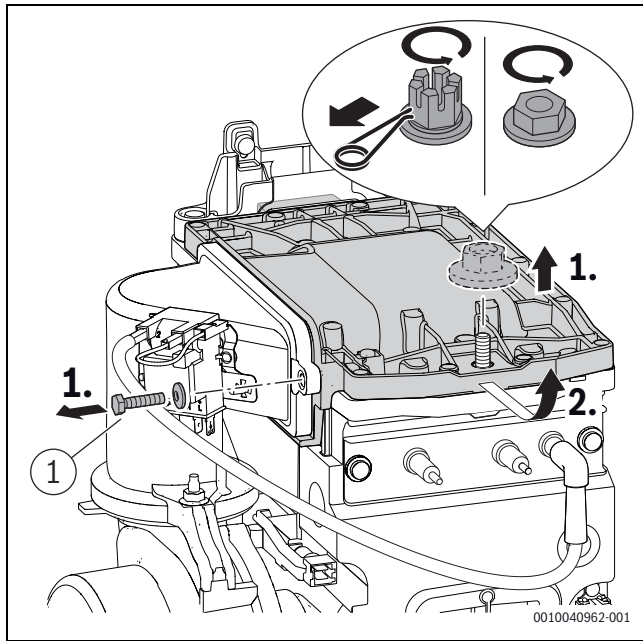

Bild 62 Brennerdeckel ausbauen
- ▶ Schraube ([1], Bild 62) am Brennerdeckel mit 5,5+0,5 Nm festziehen.